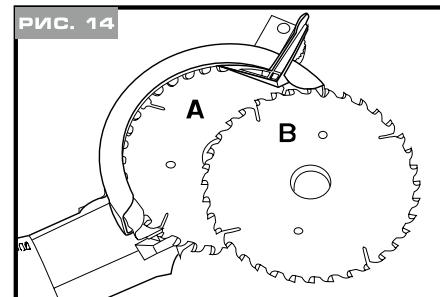

РИС. 14
- 3. Поднимите и извлеките диск "B" (см. рис. 14).